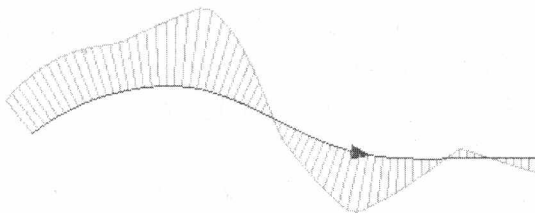

图 1.19
(3) : 显示/隐藏曲线的曲率图(Toggle Create Curvature Plot)。在曲线上右击,切换曲率图的显示与隐藏状态,这是评估曲线光顺性的方法之一。如图1.19所示。